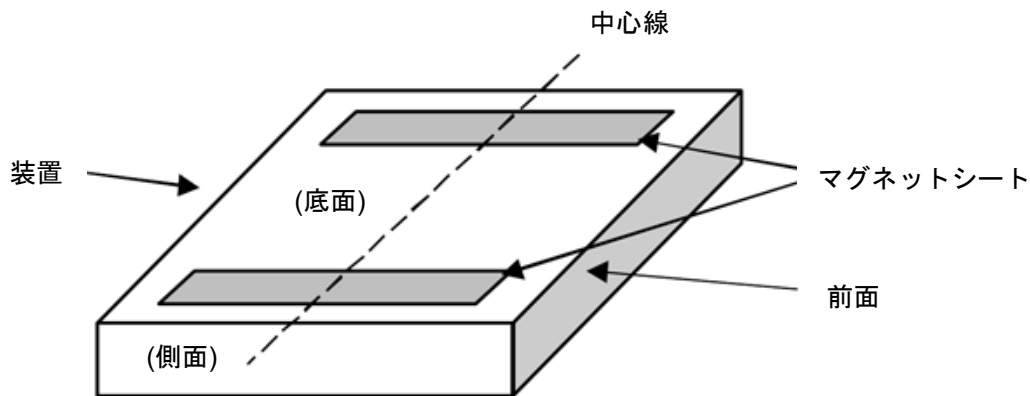

図 7-10 マグネットシートの貼り付け
- 4) 図 7-10 に示すように製品の側面に沿って、側面に平行になるようにマグネットシートを中心線に沿って底面に貼り付けてください。